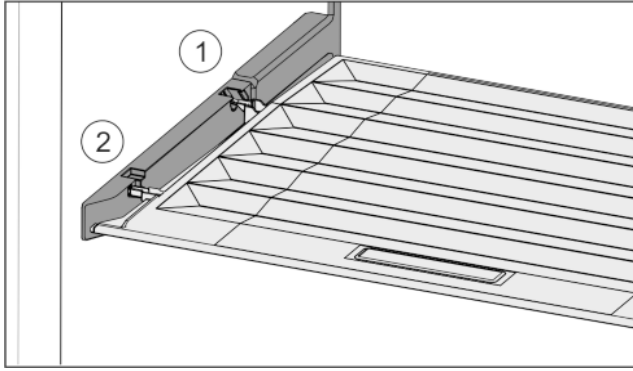

Fig. 28
- ▶ Introduceți nervura capacului prin orificiul suportului posterior Fig. 28 (1) și înclichetați-l în față în suport Fig. 28 (2).